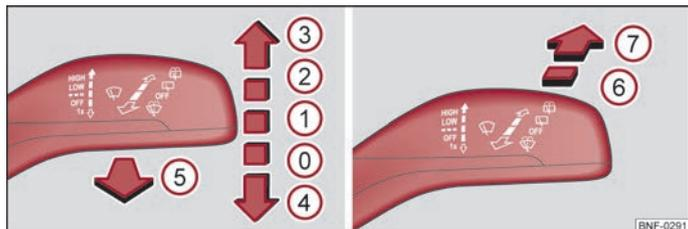

Abb. 29 Frontscheibenwischer / Heckscheibenwischer bedienen
Der Scheibenwischerhebel ⇒ Abb. 29 hat folgende Stellungen:
- Drücken Sie den Hebel vom Lenkrad weg in Stellung ⑥ ⇒ Abb. 29, der Scheibenwischer wischt alle 6 Sekunden.
- Drücken Sie den Scheibenwischerhebel in Stellung ④ ⇒ Abb. 29, die Scheibenwischerarme fahren in die Servicestellung.
- Schalten Sie die Zündung ein und drücken Sie den Scheibenwischerhebel in Stellung ④ ⇒ Abb. 29, die Scheibenwischerarme fahren in die Grundstellung.